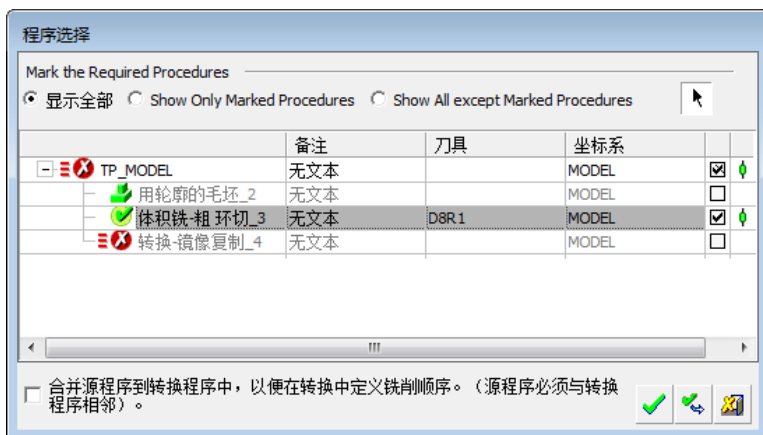

图 4-58 选择加工程序
- 展开“零件”选项, 然后单击“程序”按钮, 弹出“程序选择”对话框, 选择“体积铣-粗环切_3”加工程序, 选中的加工程序将被勾选, 如图 4-58 所示。最后单击确定按钮.